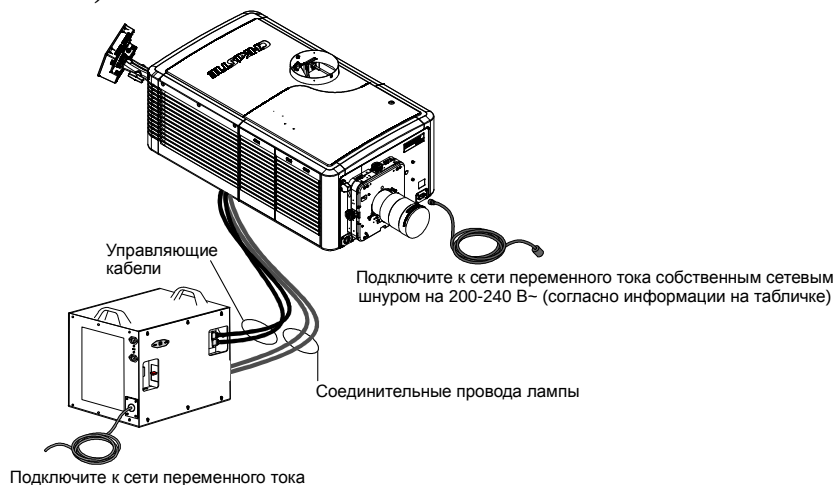

Рис. 2-16
8. Подключите сеть переменного тока к проектору (к штепселю в правом нижнем углу передней панели). (Рис. 2-16)